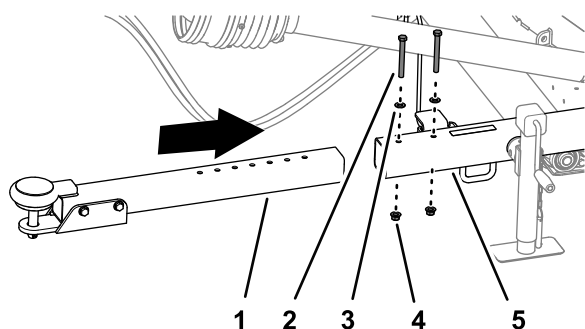

図 6
1. ヒッチチューブをレシーバチューブに固定しているフランジロックナット2 個、キャップスクリュ2 個、ワッシャ2 枚を外す 図 6。